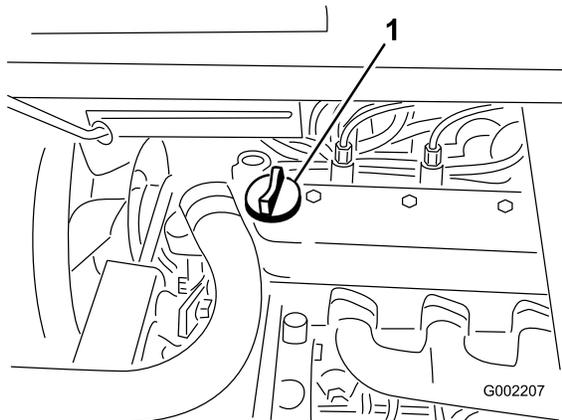

Figura 41
3. Se l'olio è insufficiente, togliete il tappo di rifornimento dal coprialvola (Figura 41) e versate l'olio nel foro finché non raggiunge il segno di Full (pieno) sull'asta; il tipo di olio e la viscosità adatti sono riportati nella sezione Manutenzione dell'olio motore. Versate l'olio